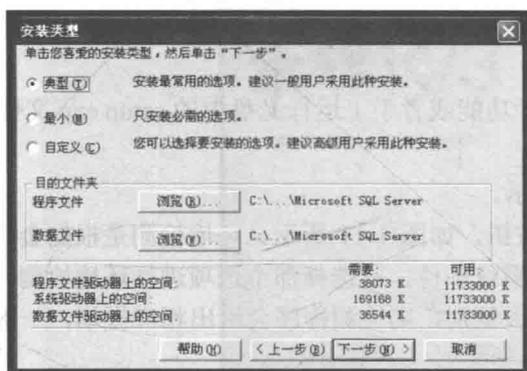

图 1-7 安装类型
(8) 在“安装类型”对话框中,选择“典型”或“最小”,然后单击“下一步”按钮,如图 1-7 所示。如果要选择组件和子组件或更改字符集、网络库或其他设置,则选择“自定义”按钮,然后单击“下一步”按钮。